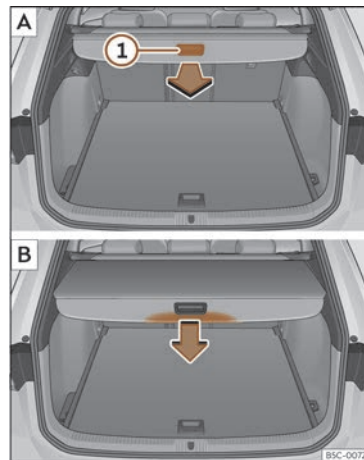

Fig. 185 En el maletero: desenrollar y enrollar la bandeja.
- Tire uniformemente de la bandeja por el asidero >>> **fig. 185** ① hacia atrás y extráigala hasta el tope hasta que encastre de forma audible.
- Presione sobre el asidero de la bandeja en el sentido de la flecha hasta desbloquearla >>> **fig. 185** B.